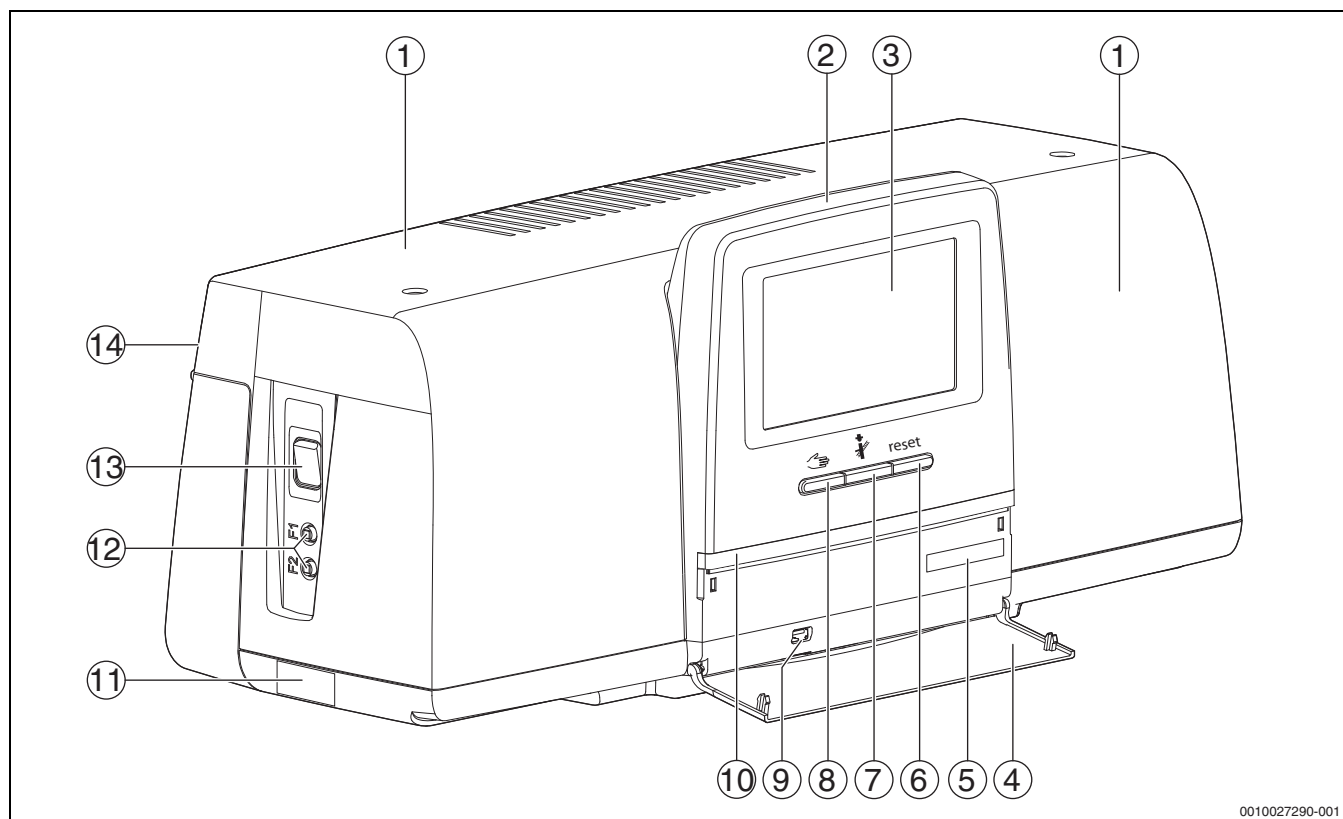

Fig. 7 Panoramica del termoregolatore e degli elementi di servizio
- Accendere il termoregolatore sull'interruttore on/off (→ fig. 7, [13], pag. 10).